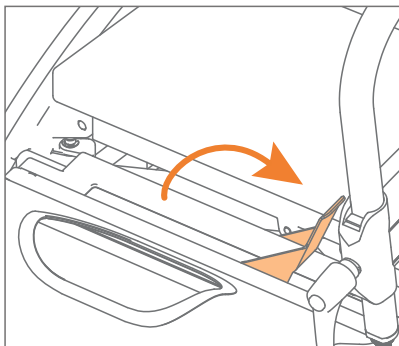

Abbildung 49: Rollstuhlpaket entriegeln.
- a. Heben Sie den roten Hebel ohne Kraftaufwand an. Dadurch werden die Verriegelungsstifte zurückgezogen: das Entriegeln (**Abbildung 49**).